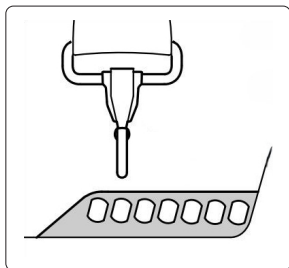

Рис. 12
2. Подвесьте мотокоосу-кусторез карабином ремня в отверстие для подвеса (Рис. 12), удерживая рукоятки обеими руками таким образом, чтобы режущая гарнитура (пильный диск/нож 3-Т) были около поверхности земли. (Рис. 14)